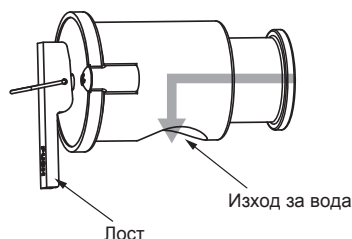

Fig. 4-2
4.4. Части, които изискват редовна инспекция (Fig. 4-2)